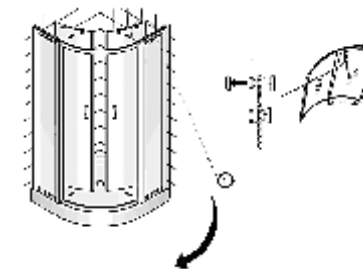

ABB.3.
4. Setzen Sie die Türen auf die in die Führungsschienen vorab eingebauten Laufrollen. Stellen Sie ein, wie die Türen aneinander anliegen sollen (s. Abb. 3).